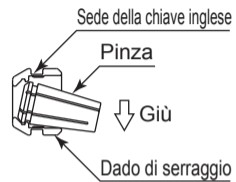

Fig. 22
- ② La pinza e il dado di serraggio sono fissati mediante una scanalatura situata nella pinza e tramite una flangia all'interno del dado di serraggio. Per rimuovere la pinza, tenere fermo con una mano il dado di serraggio e con l'altra spingere la pinza verso il basso e diagonalmente. In questo modo, la pinza verrà rilasciata (fig. 22).
Premere la pinza inserendola nel dado di serraggio mentre si esercita pressione sulla sua superficie piana (fig. 22).